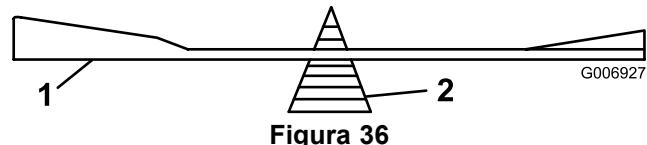

Figura 36
2. Verifique el equilibrio de cada cuchilla colocándola sobre un equilibrador de cuchillas (Figura 36). Si la cuchilla se mantiene horizontal, está equilibrada y puede utilizarse. Si la cuchilla no está equilibrada, afíle algo de metal de la parte posterior de la cuchilla. Repita este paso hasta que la cuchilla esté equilibrada.